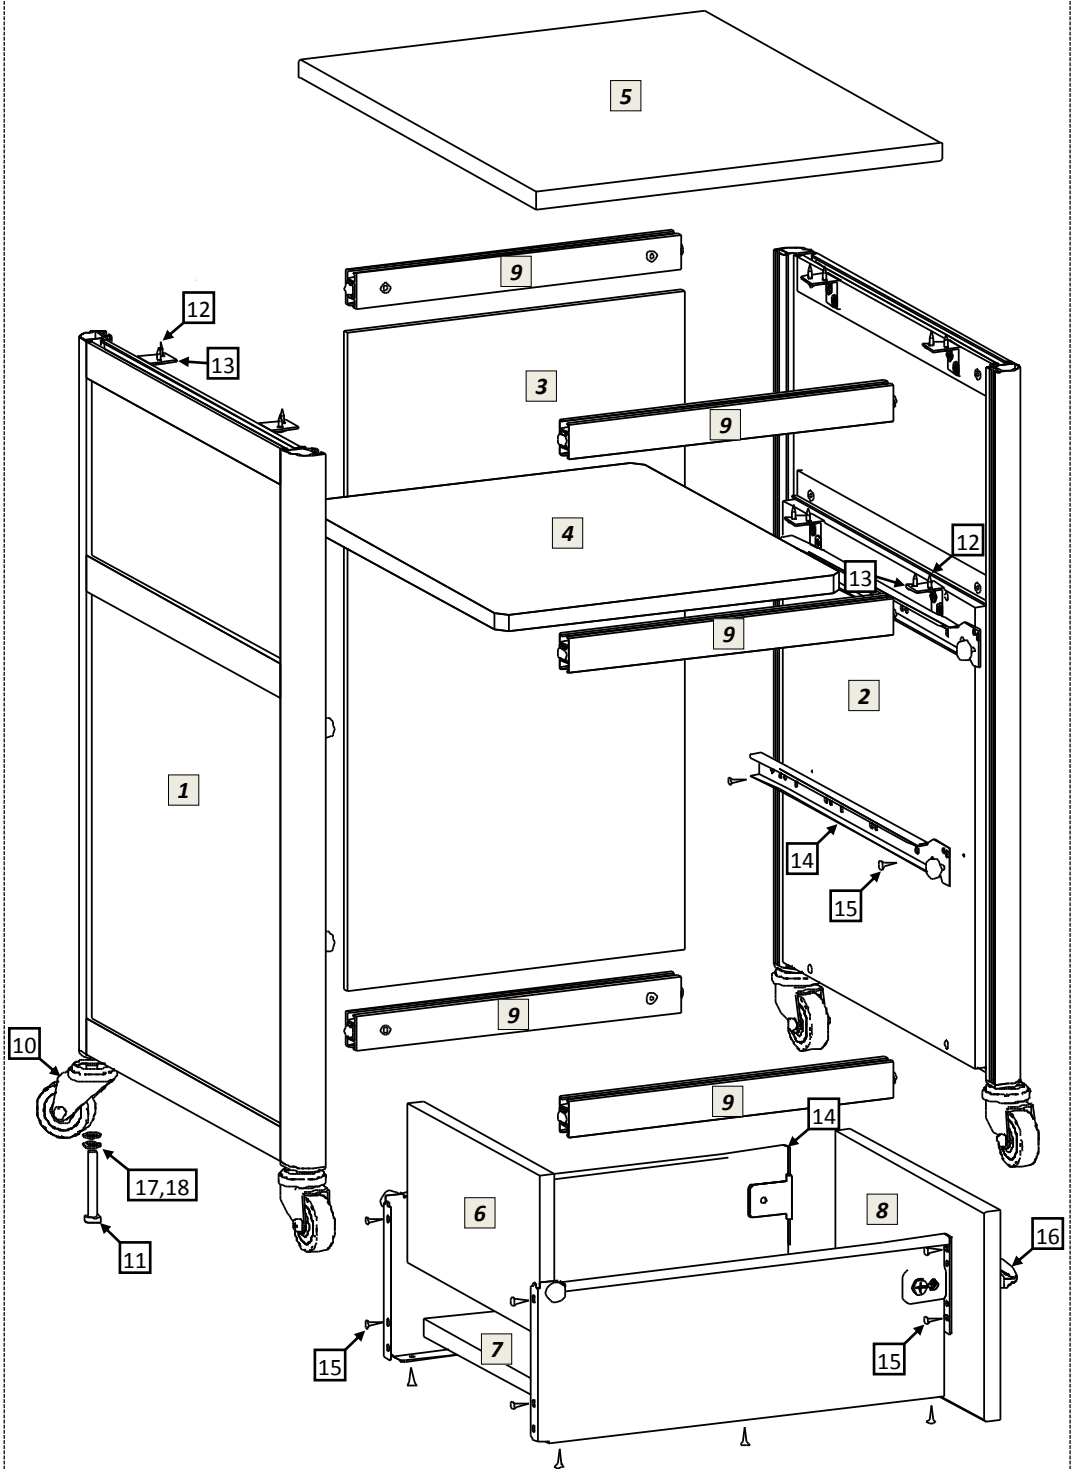

рис.1
- 5.1 Распаковав тумбу, внимательно ознакомьтесь со схемой сборки, изображённой на рис.1. Согласно позициям на схеме и комплектовочной ведомости определите расположение деталей в изделии и порядок их сборки. Сборка производится на ровном полу, укрытом материалом, предотвращающим повреждение покрытия пола и деталей мебели. Подготовьте необходимые для сборки инструменты – плоскую и крестовую отвёртки, молоток, рулетку или линейку, гаечный ключ 13мм для установки колёсных опор, шуруповёрт.
- 5.4 Сборка выдвигных ящиков. Схема сборки ящика показана на рис.1. Шурупами 4x16 соедините заднюю стенку, днище ящика и его фасад с металлическими боковинами направляющего механизма. На фасад ящика установите ручку.